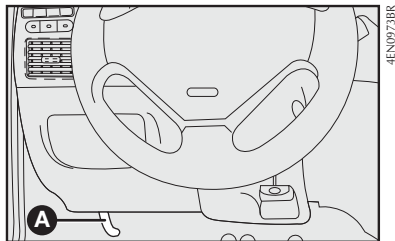

fig. 87
1) puxar a alavanca **A-fig. 87**.